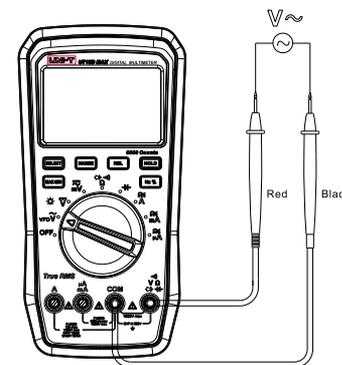

Figure 3
1. Mesure de la tension CA (Figure 3)